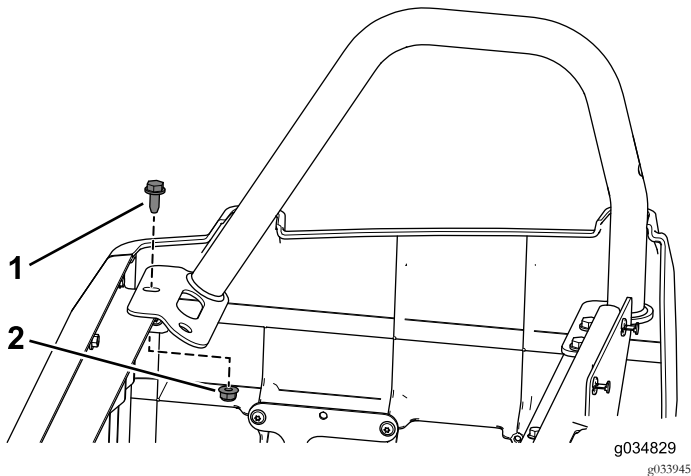

Bild 90
11. Befestigen Sie den rechten hinteren Hüftgurt mit dem vorher entfernten Bundbolzen ($\frac{3}{16}$ " x $\frac{3}{4}$ ") und der Bundmutter am Sitzunterteil (Bild 90).